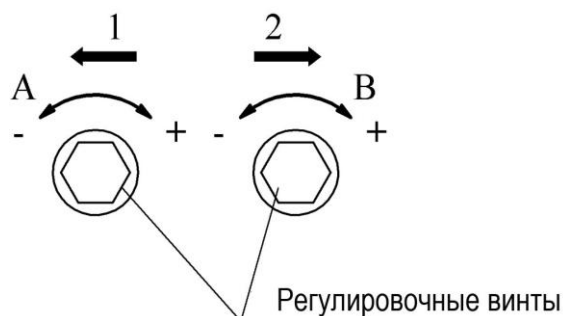

Рис. 6
4.2.3. Допускается производить дополнительную регулировку вращения электропривода. Регулировка осуществляется с помощью винтов (рис. 6), расположенных на корпусе электропривода.
ВНИМАНИЕ: Направление вращения привода указывают стрелки 1 и 2 на блоке концевых выключателей электропривода (Рис.6).